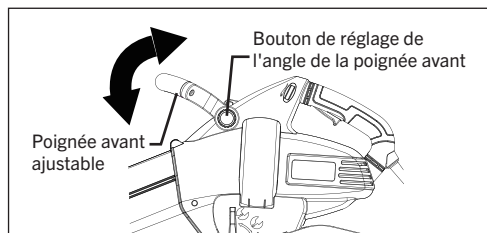

FIG. 7
1. Appuyez sur le bouton de réglage de l'angle de la poignée avant situé sur le côté gauche de la poignée avant réglable et ajustez l'angle de la poignée comme vous le souhaitez (Fig. 7).